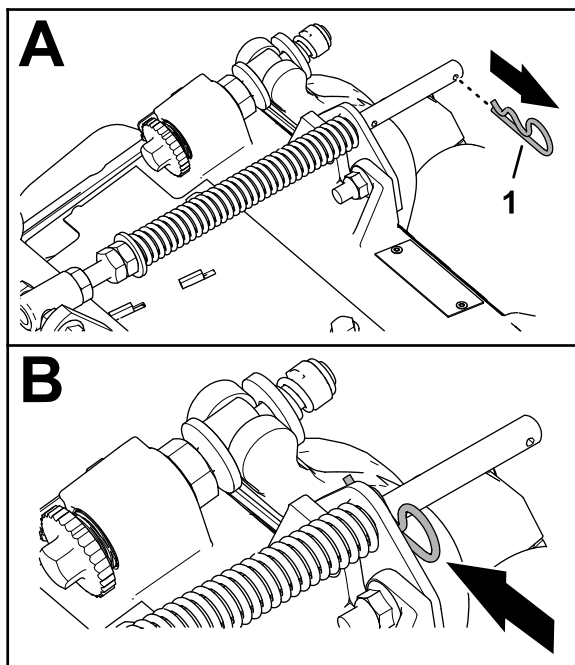

図 17
1. 補正スプリングのロッドの後穴にヘアピンが取り付けられている場合は、ヘアピンを外してブラケットの隣にある穴に移す 図 17。